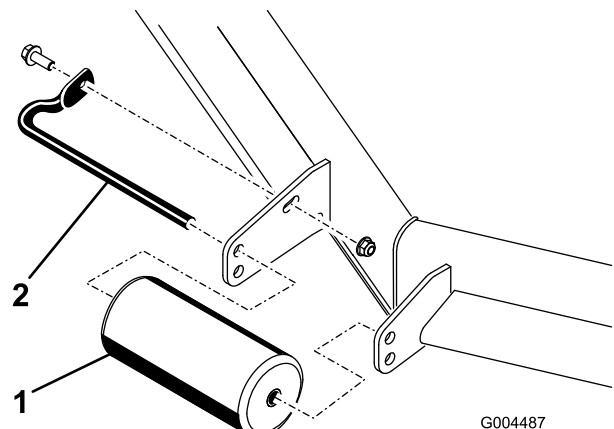
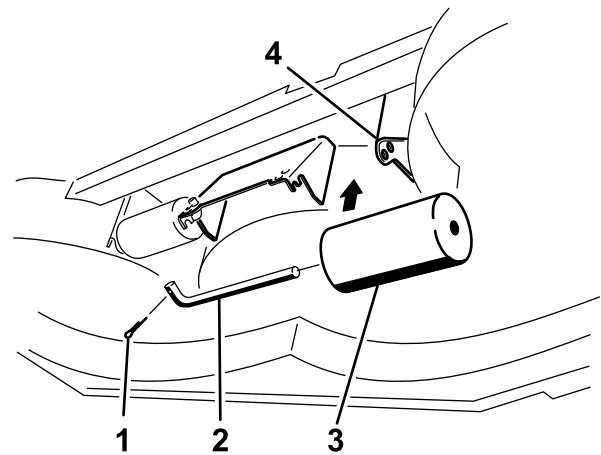

Bild 28
Bild 32
4. Nehmen Sie die Befestigungen ab, mit denen jede Rolle am Mähwerk befestigt ist, und schieben Sie die Rollen nach oben oder unten, siehe Bild 28 bis Bild 32 abhängig vom Mähwerk.